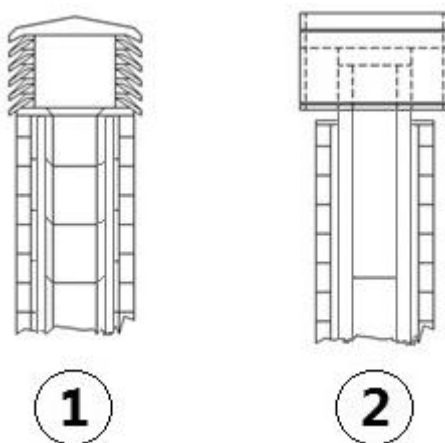

Fig. 5 - Røghætte
- Vi anbefaler en skorstenspipe med røghætte, se **Fig. 5**.
- Udvendig aftrækskanal realiseret udelukkende med isolerede rør i rustfrit stål, dvs. med dobbelte vægge, mindst Ø100/120 mm: alt sammen godt fastgjort til muren. Med røghætte (se Fig. 5).